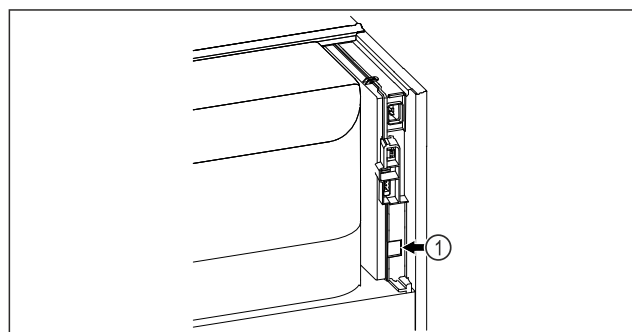

Fig. 139
- ☐ SmartModule Fig. 139 (1) установлен.